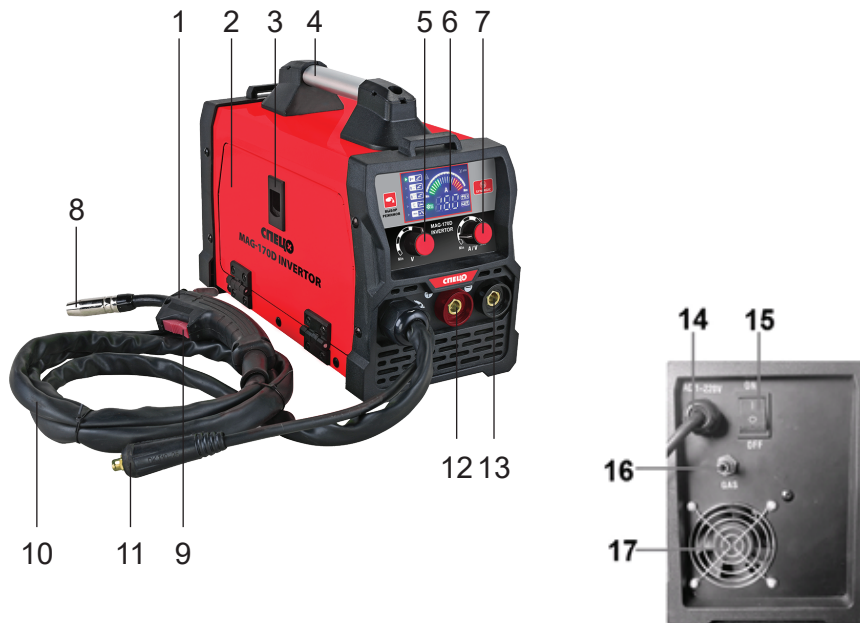

Рисунок 1. Общий вид.
На рис.1 представлен общий вид полуавтомата
7.1.3 Включить аппарат выключателем (рис.1, поз.15) на задней панели, загорится индикатор «Сеть».
-кабель горелки, поз. 11, рис. 1, подсоединен к разъему «+», а кабель «земля» к «-», в этом случае максимум тепловыделения будет на свариваемом металле.
7.2.16. Подсоединить газовый баллон к ниппелю на задней панели аппарата, рис. 1. поз. 12